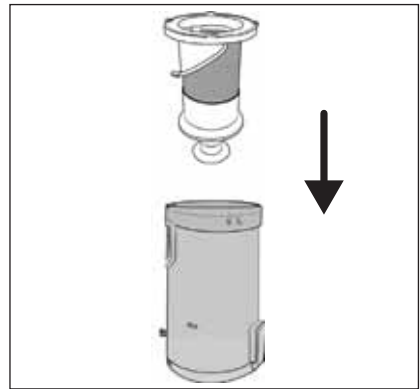

Fig. 21
- 6) Inserte el filtro de acero inoxidable **5** en el depósito de polvo **6** y presiónelo hasta el fondo (consulte la fig. 21). Para ello, observe los encastes de diferente tamaño del filtro de acero inoxidable **5**. El filtro de acero inoxidable **5** solo puede serser en una posición en el depósito de polvo **6** según estos encastes.